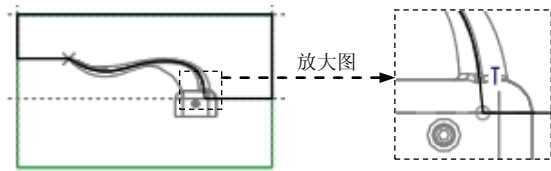

图 6.11 截面草图
(3) 绘制截面草图。绘制图 6.11 所示的截面草图，完成截面的绘制后，单击“草绘”操控板中的“确定”按钮 **完成**。